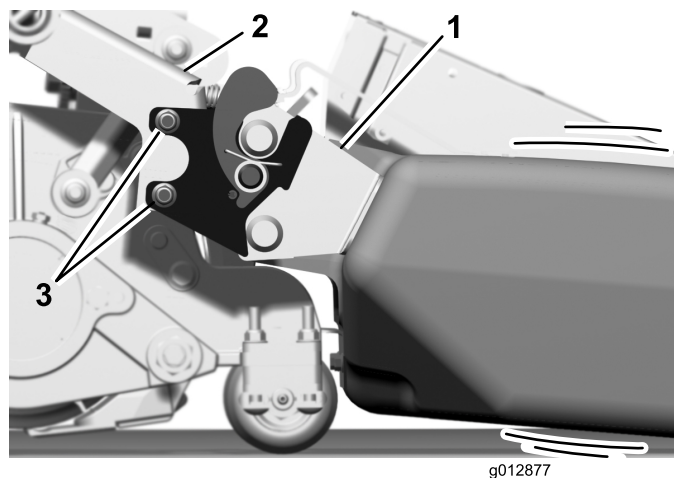

Рисунок 17
- А. На каждом из краев корзины ослабьте гайки каретных болтов, которые крепят направляющую и кронштейн в сборе к кронштейнам корзины (Рисунок 17).